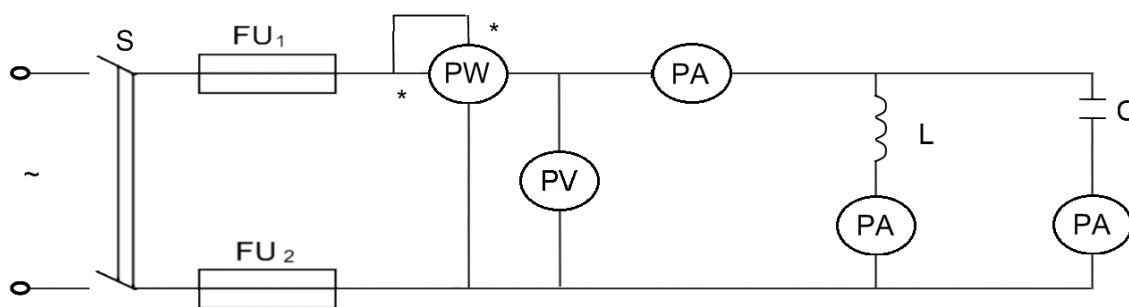

Рис. 9. Схема параллельного соединения катушки индуктивности и конденсатора
2. Собрать электрическую цепь согласно предложенной схеме (рис. 9).